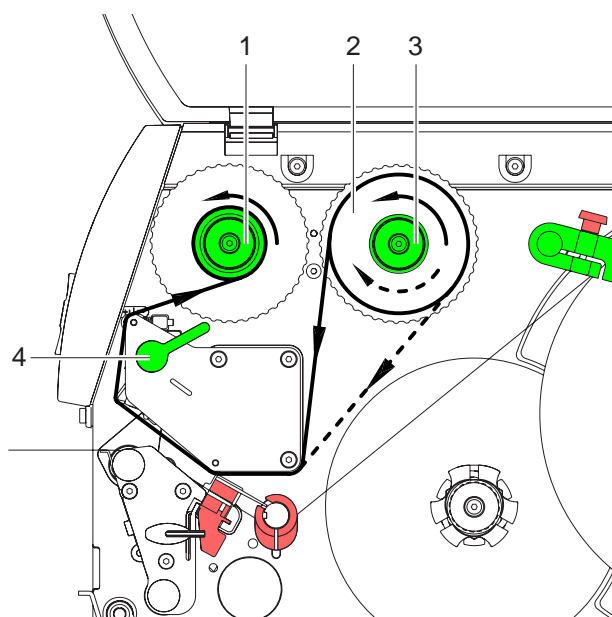

Рис. 10: Ход трансферной пленки
2. Поверните рычаг (4) в направлении против часовой стрелки, чтобы приподнять печатающую головку.
3. Рулон с трансферной пленкой (2) надвиньте до упора на намотчик (3), так чтобы при разматывании покрытый краской слой пленки смотрел вниз. Направление вращения намотчика (3) не задается.
4. Удерживая рулон с трансферной пленкой (2), поворачивайте вращающуюся ручку на намотчике (3) против часовой стрелки до тех пор, пока рулон с трансферной пленкой не зафиксируется.
5. Наденьте подходящий сердечник с трансферной пленкой на намотчик трансферной пленки (1) и закрепите аналогичным образом.
6. Проведите трансферную пленку через печатающий узел, как показано на рис. 10.
7. Закрепите начало трансферной пленки на сердечнике трансферной пленки (1) с помощью клейкой ленты. Обратите внимание, чтобы направление вращения намотчика трансферной пленки было против часовой стрелки.
8. Поверните намотчик трансферной пленки (1) против часовой стрелки, чтобы сгладить ход трансферной пленки.
9. Поверните рычаг (4) по часовой стрелке, чтобы зафиксировать печатающую головку.
1. Поверните рычаг (4, Рис. 10) в направлении против часовой стрелки, чтобы приподнять печатающую головку.